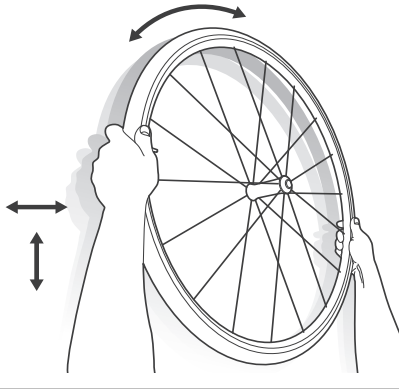

Figura 26. Gire/agite la rueda
- Sujetando la rueda, muévala hacia atrás y hacia adelante y gírela para repartir bien el sellante por el interior de la cubierta (Figura 26).